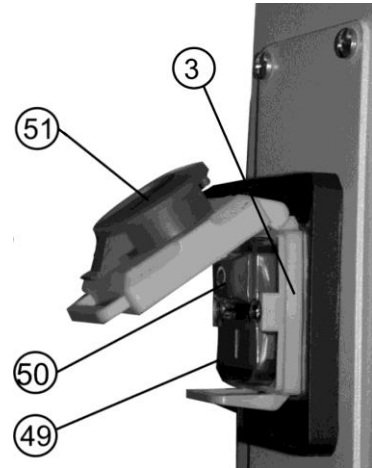

Рис.16
### 12.2. Включение (Рис. 16)
12.2.2. Нажмите красную кнопку (51) и сдвиньте ее вверх, как показано стрелкой на красной кнопке (51) магнитного пускателя (3), Рис. 16.